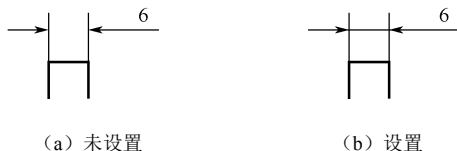

图 4-68 在延伸线之间绘制尺寸线
⑧ “优化”设置。用于设置是否手动放置文字、是否在尺寸界线内画出尺寸线，如图 4-68 所示。